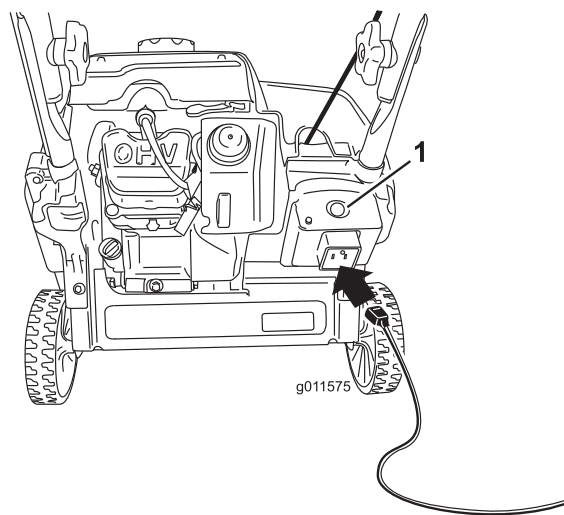
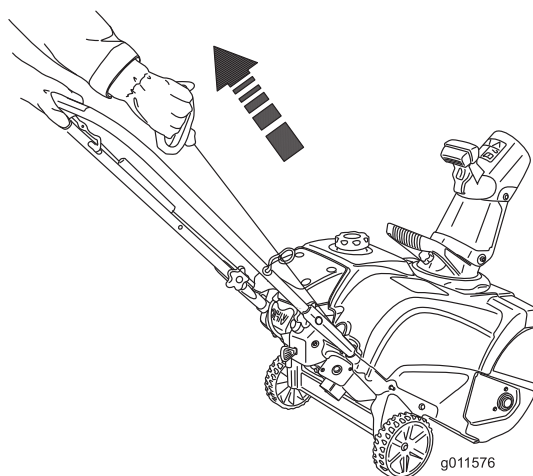

Bild 19
Bild 20
4. Stecken Sie ein Verlängerungskabel in eine Steckdose und in die Schneefräse und drücken Sie die Elektrostartertaste (nur Modell 38283) (Bild 19) oder ziehen Sie am Rücklaufstartergriff (Bild 20).